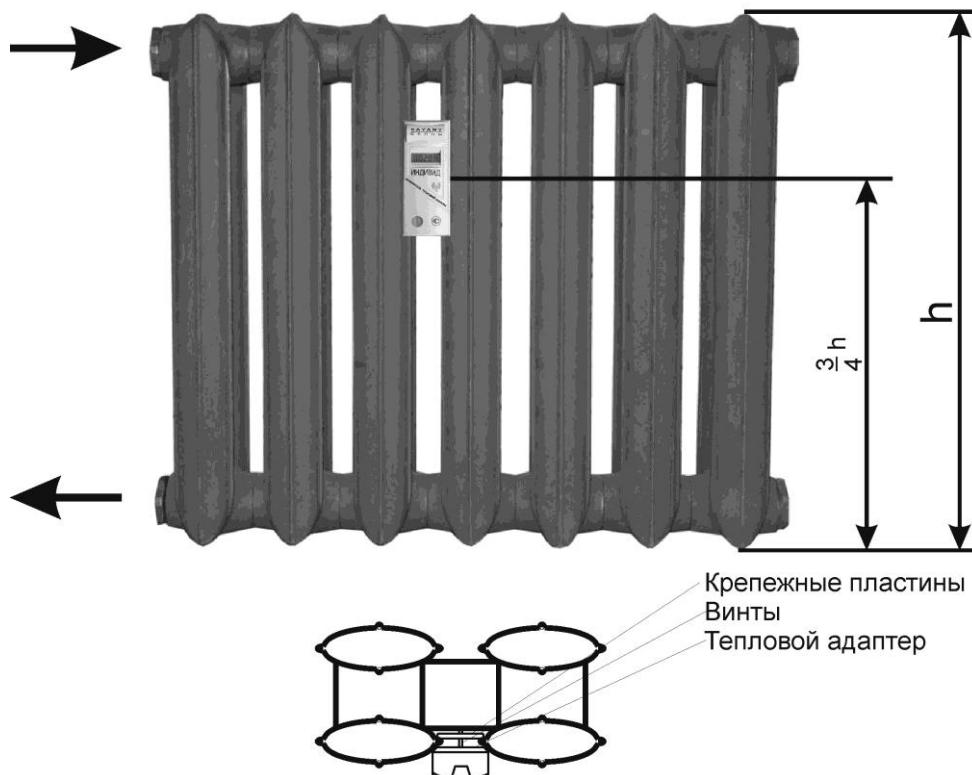

Рис. 2.1. Установка измерителя ИНДИВИД.
Середина измерителя ИНДИВИД должна находиться между средними секциями радиатора на расстоянии  $\frac{3}{4}$  высоты радиатора, считая от нижнего края, как показано на рис.2.1.
На радиаторах высотой меньше 470 мм измеритель тепла должен быть закреплен так, чтобы нижнее отверстие располагалось на середине по высоте радиатора. Если число секций нечетное, то измеритель устанавливается между средней секцией и соседней, ближней к подающему трубопроводу, как показано на рис.2.1.
- Закрепить крепежный комплект на радиаторе таким образом, чтобы крепежные пластины находились за ребрами двух соседних секций радиатора (см. схему монтажа на Рис.2.1) и крепко зафиксировать адаптер на поверхности.